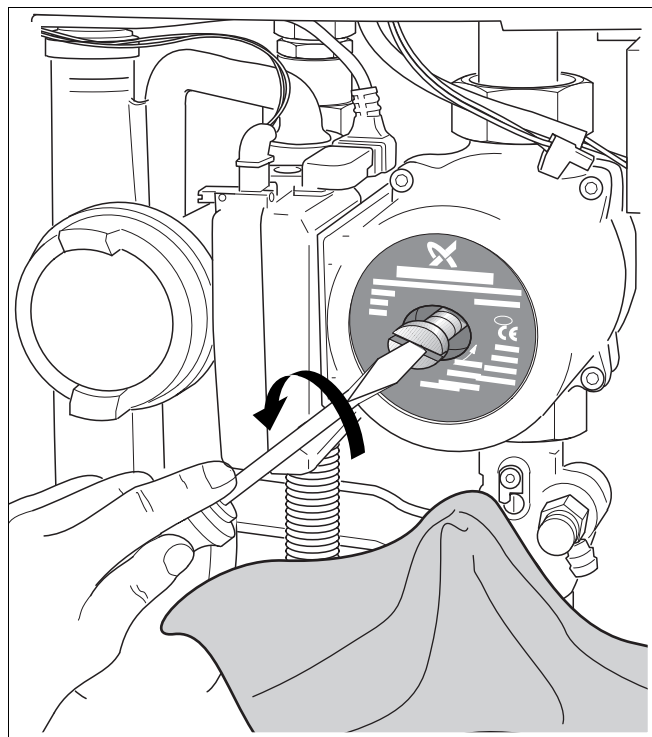

Fig. 70 Udluftning af pumpen
- Udluft pumpen ved at tage udluftningsskruen på forsiden af pumpen af (fig. 70).